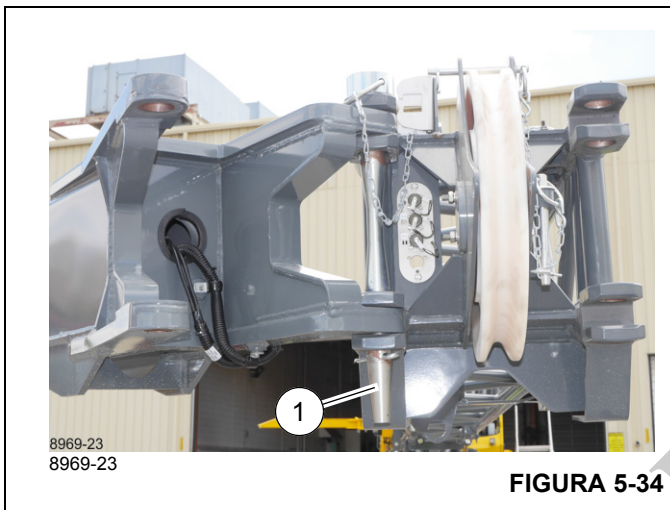

FIGURA 5-34
6. Asegúrese de que el pasador de fijación (1, Figura 5-34) y la pinza de sujeción estén en su lugar y que conecten los extremos de la sección de extremo y la sección de la base de la extensión de la pluma.